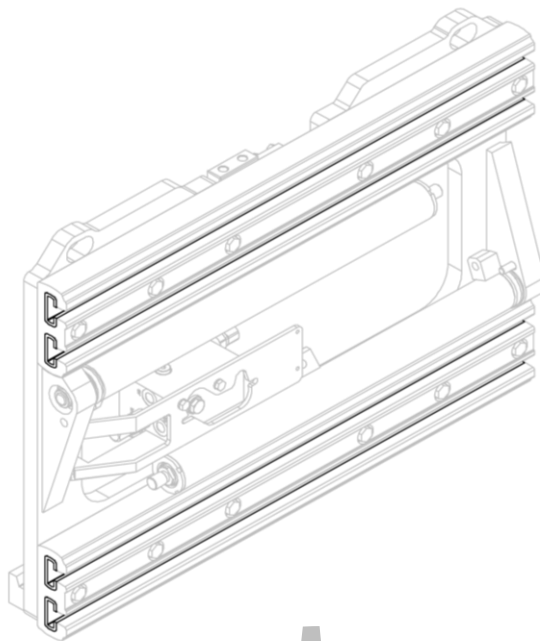
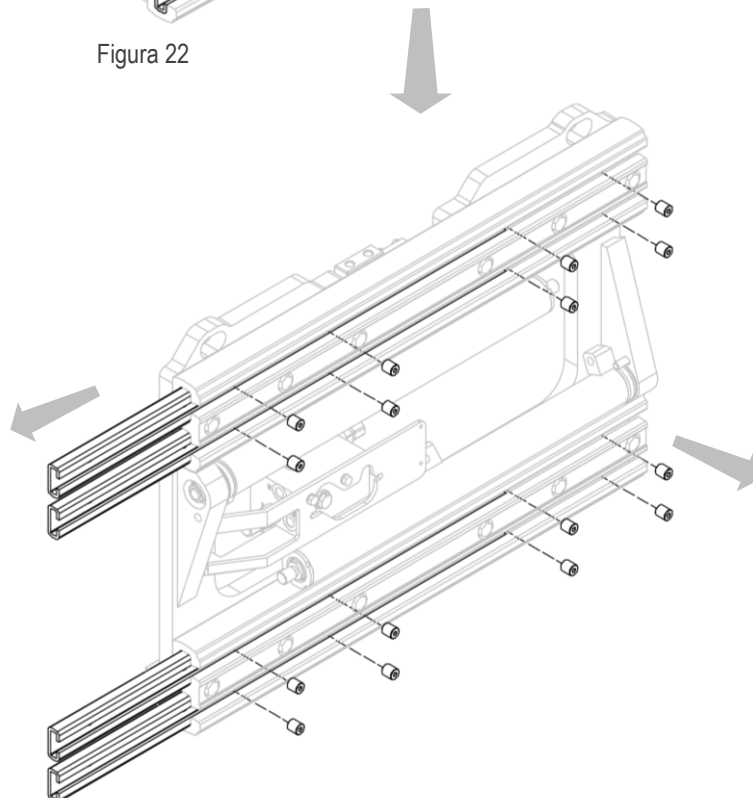

Figura 22
Figura 23
3. Remover las deslizaderas de nailon despues de desenroscar los tornillos (mira *Figura 22* y *Figura 23*).